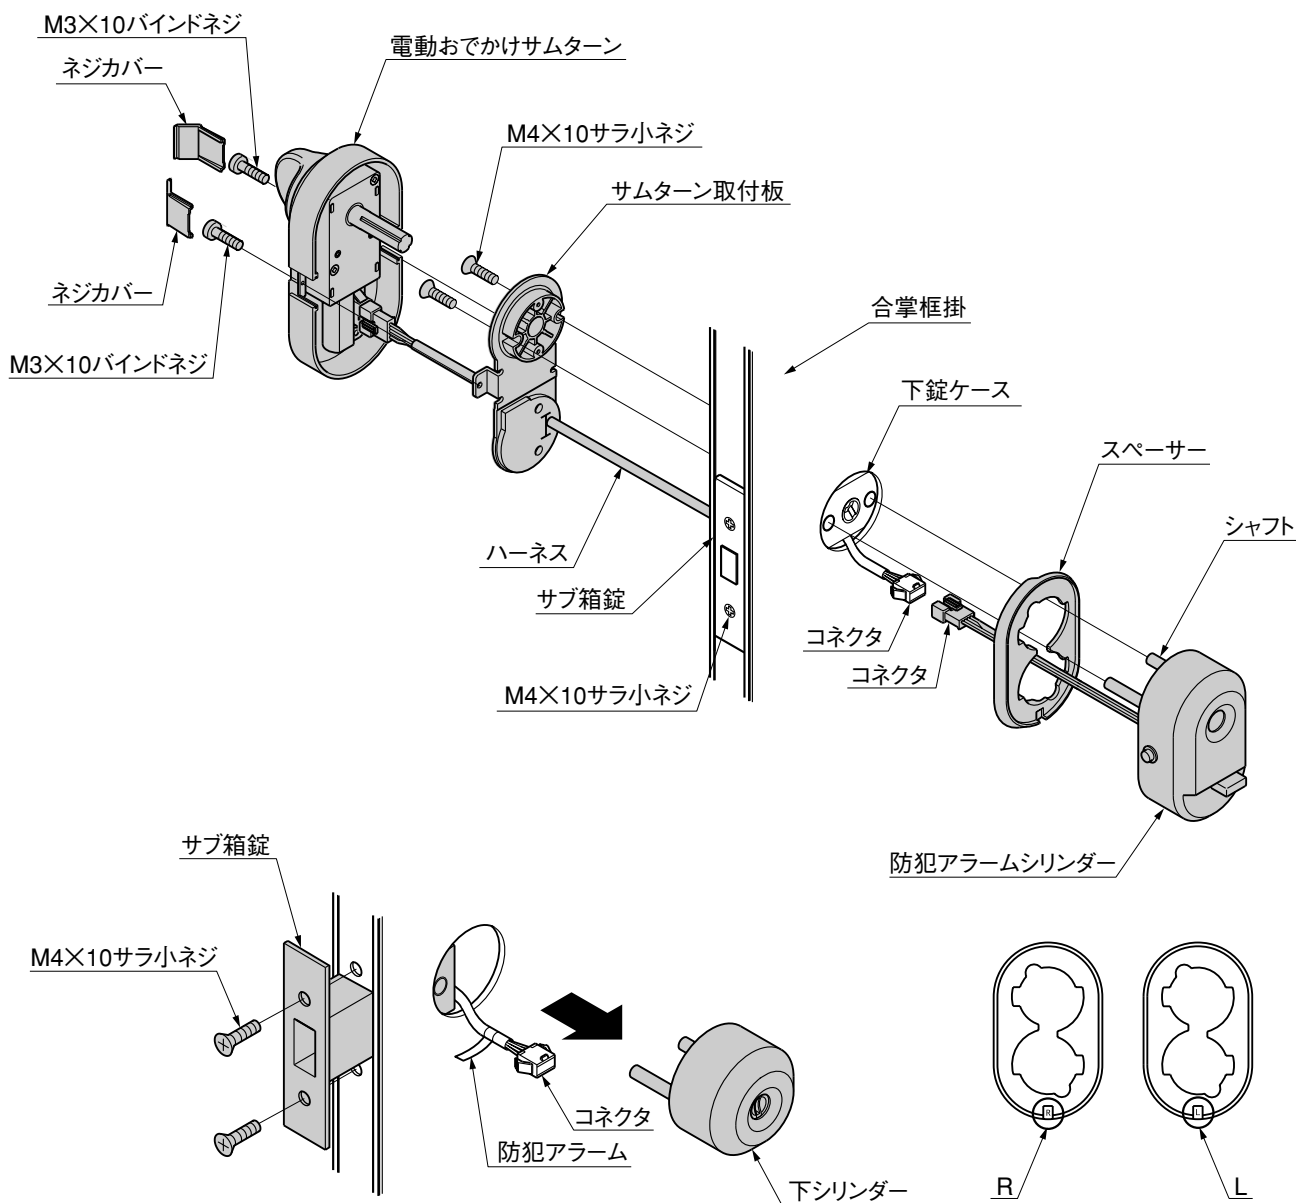

図12-1
- ❶ 電動おでかけサムターンのネジカバー、「M3×10バインドネジ」を取外して、電動おでかけサムターンを取外してください。
- ❷ サムターン取付板を固定している「M4×10サラ小ネジ」を取外して、下シリンダーを取外してください。(図12-1参照)
- ❸ サブ箱錠を固定している「M4×10サラ小ネジ」を取外して、防犯アラームと表示しているコネクタを引き出してください。(図12-1参照)
- ❹ 防犯アラームシリンダーと合掌框のあいだにスペーサーをはさみ、防犯アラームシリンダーのコネクタを接続してください。
- ❺ 取外した逆の手順でサブ箱錠、電動おでかけサムターンを取付けてください。